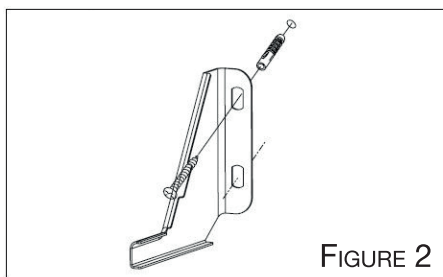

FIGURE 2
3. A l'aide des 2 vis et chevilles fournies, fixez l'équerre au mur en alignant les trous de l'équerre avec ceux que vous venez de percer (figure 2).